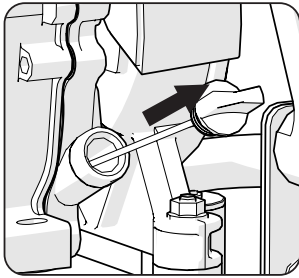

Fig. 18
- Rimuovere il tappo di riempimento olio. **(Fig. 18)**